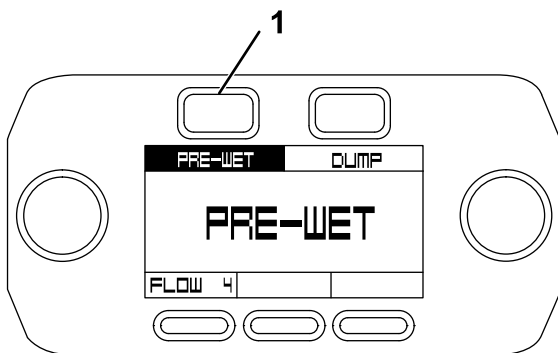

Figure 42
3. Sur l'écran Pre-wet, appuyez sur le bouton Pre-Wet (Figure 42).